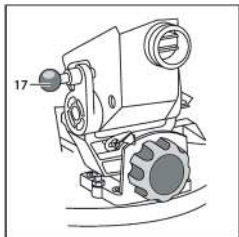

Рис. 2
2. Приведите изделие в рабочее положение, для чего припустите головку за рукоятку (8) и извлеките стопорную шпильку (17). Придерживая рукоятку (8), дайте режущей части возможность под действием пружины переместиться в верхнее положение (Рис. 2).
- б) угол установки гаран. упора наклона 45°. Проверять только после установки ограничительного упора наклона на 90° по шкале наклона (15), наклонив диск пилы до упора влево;